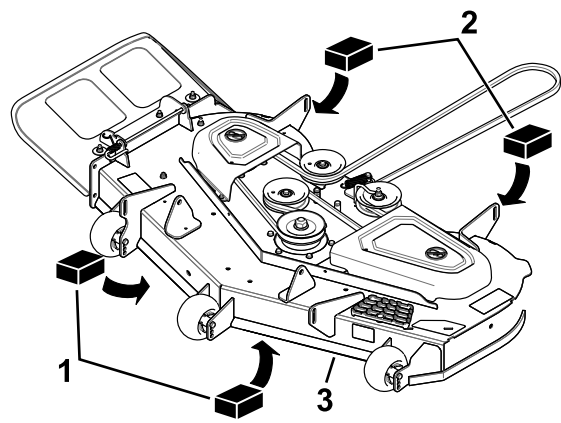

Figura 74
3. Amplasai 2 blocuri, fiecare având o grosime de 6,6 cm, sub fiecare parte a marginii frontale a punii, dar nu sub suporturile rolei anti-scalp (Figura 74).
4. Amplasai 2 blocuri, fiecare având o grosime de 7,3 cm, sub marginea din spate a punii de tăiere, câte unul pe fiecare parte a punii de tăiere (Figura 74).